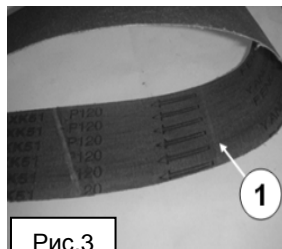

Рис.3
- Возьмите шлифовальную ленту необходимого размера и с помощью стрелок-указателей на внутренней стороне шлифовальной ленты, определите направление ее движения (1; рис.3).